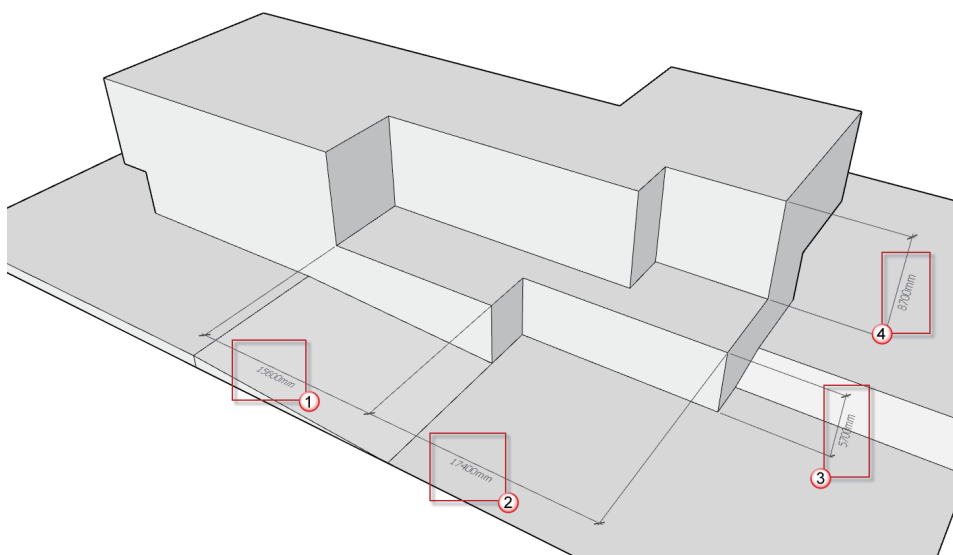
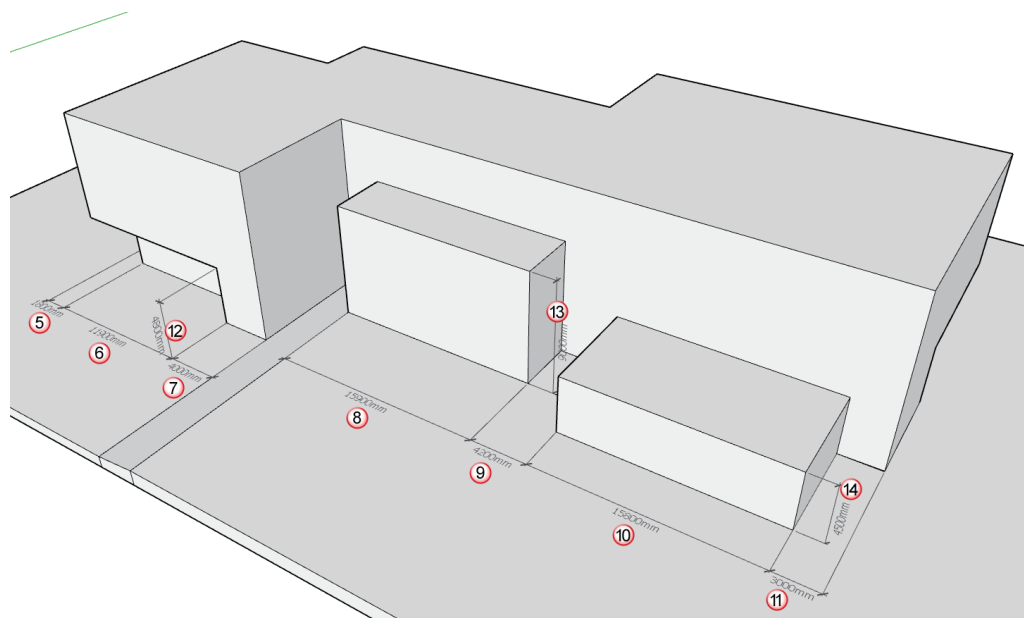

图 1.6 推拉细部 1
图 1.7 推拉细部 2
(3) 推拉细部。参照图片，使用“推/拉”工具推拉出更多的细部，如图 1.6 和图 1.7 所示。具体尺寸见表 1.1 所示。